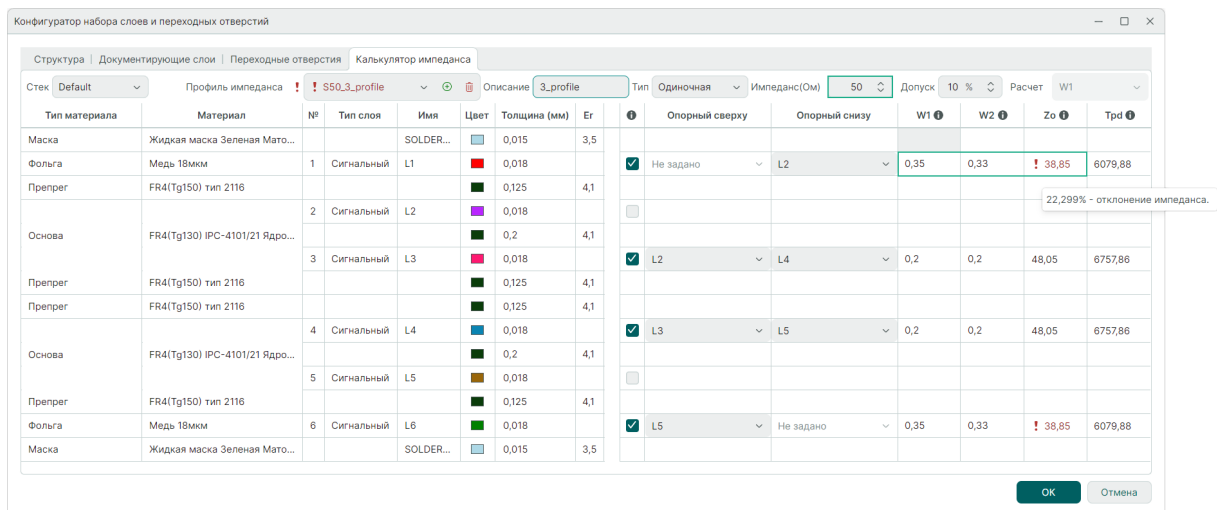

Рис. 47 Профиль импеданса с заданными значениями волнового сопротивления и ширины проводника
5. Если рассчитанное значение импеданса (Z_0 или Z_{diff}) превышает разрешенное отклонение от заданного значения волнового сопротивления, система оповестит об ошибке, см. Рис. 47.